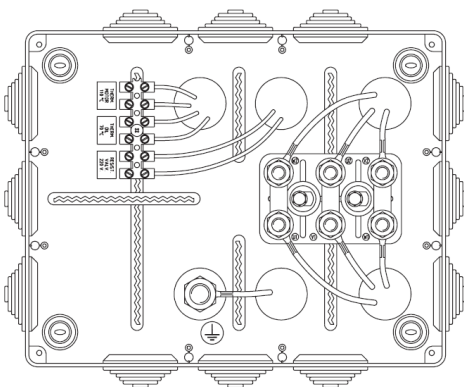

Fig. 6
- La scatola della centralina standard comprende (vedi Fig. 6):